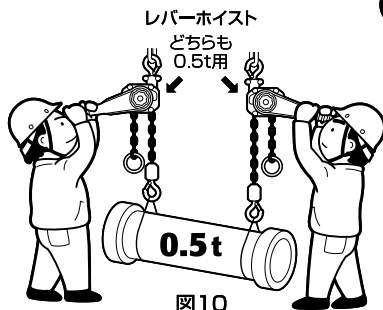

図10
(31) 共吊りする場合は、それぞれの1台のレバーホイストで、その荷をつる定格荷重のものを使用してください。図10
(32) 本体・ロードチェーンに砂などがたい積しないように常に清掃してください。
(33) 作業に対し揚程が十分であることを確認してください。